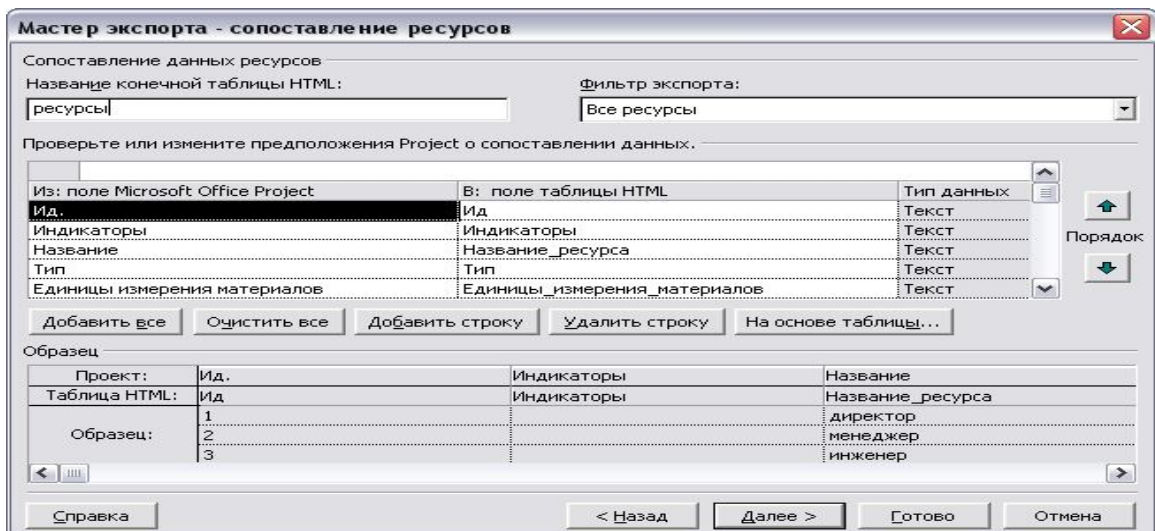

Рис. 39. Диалоговое окно «Мастер экспорта – сопоставление ресурсов»
4. В диалоговом окне «Мастер экспорта – сопоставление задач» левый столбец «Имя: поле Microsoft Office Project» окажется заполнен названиями полей из таблицы «Суммарные данные» и каждому полю сопоставлено определенное значение в столбце «В: поле таблицы HTML». В нижней части диалогового окна «Мастер экспорта – сопоставление задач» просмотреть образцы полей с экспортируемыми данными. Выделить и удалить “неинтересные” поля «Ид.» и «% завершения задач» через кнопку «Удалить строку». Нажать кнопку «Далее» и перейти в следующее диалоговое окно «Мастер экспорта – сопоставление ресурсов» для выбора данных о ресурсах – рисунок 39.